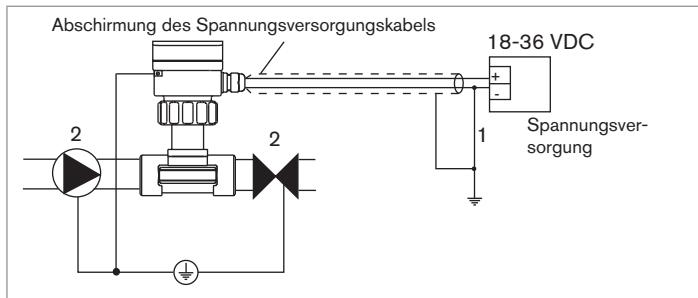

Bild 14: Erdung des Transmitters
- Den Minuspol der Spannungsversorgung an die Erde anschließen, um die Auswirkungen von Gleichtaktströmen zu unterdrücken. Wenn die Verbindung nicht direkt vorgenommen werden kann, kann ein Kondensator mit 100 nF/50 V zwischen den Minuspol der Stromversorgung und der Erde geschaltet werden (Punkt 1 in *Bild 14*).
- die verschiedenen Geräte aus Metall (Ventil, Pumpe usw.) (Punkte 2 in *Bild 14*), die sich in der Nähe des Transmitters befinden, an dieselbe Erde anschließen.
- Stromauf- und –abwärts des Transmitters Metallstücke (nicht mitgeliefert) in die Kunststoffrohre einführen (Punkte 2 in *Bild 14*).
- diese Metallstücke mit derselben Erde verbinden (*Bild 14*).